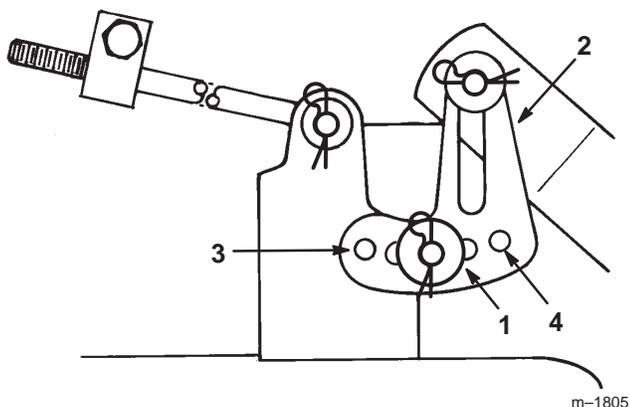

Bild 48
- Entfernen Sie den Splint und die Scheibe vom Nivellierbügel (Bild 48). Bringen Sie zum Nivellieren der Schnittmesser den Nivellierbügel in einem anderen Loch an und montieren die Scheibe und den Splint wieder (Bild 48). Durch ein vorderes Loch wird die Schnittmesserhöhe gesenkt und durch ein hinteres Loch angehoben. Wiederholen Sie diesen Vorgang an der anderen Schneidwerkseite.